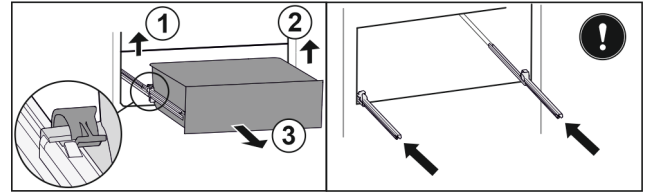

Fig. 102
- Sol mandalı kaldırın ve aynı zamanda sol çekmeceyi öne çekin. Fig. 102 (1)
- Sağ mandalı kaldırın ve aynı zamanda sağ çekmeceyi öne çekin. Fig. 102 (2)
- Çekmeceyi öne doğru çıkartın. Fig. 102 (3)